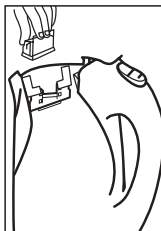

Figure 4
5. Pour replacer le filtre (Voir la Figure 4) : Posez l'index sur la patte (à la partie arrière du filtre) et le pouce sur la pointe avant du filtre; appuyez simultanément sur les deux pour élever la partie horizontale du filtre d'environ 30° vers la partie verticale. En le tenant ainsi, faites coïncider les rainures de la partie droite du filtre avec les côtés de la chicane; glissez le filtre au bas de la chicane.